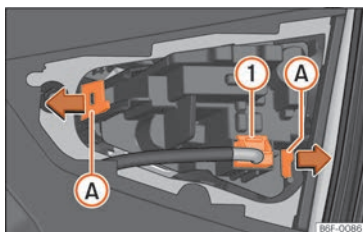

Fig. 62 Desmontar el portalámparas.
- Extraiga el conector de la lámpara » **fig. 62 1**.